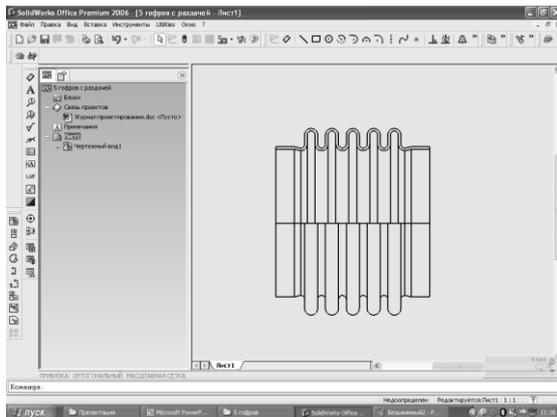

Рис. 3. Готовая параметрическая модель сальфона со списком всех конфигураций
- Получение масштабных эскизов всех типоразмеров компенсаторов и их составных частей (рис. 3).